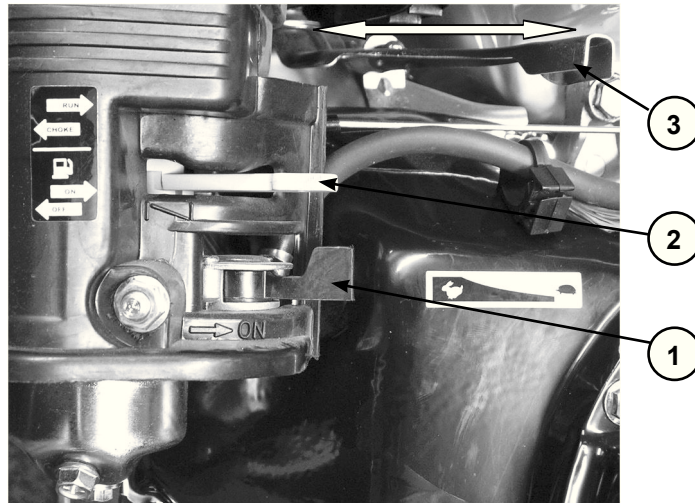

Рис.3
Топливный рычаг (1) Рис.3
Рычаг воздушной заслонки(2) Рис.3
Рычаг газа (3) Рис.3